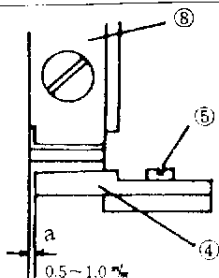

Fig. 38
L'ADAPTEUR (8) QUI FAIT PARTIE DU JEU DE PIECES DE SERRAGE DU BOUTON (10) DOIT ETRE INSTALLE COMME INDIQUE FIG. 38. EGALEMENT, INSERER LE GOUJON (14) DANS LE TROU (7) DE LA MACHOIRE DU BRAS ET SERRER LA VIS (6).